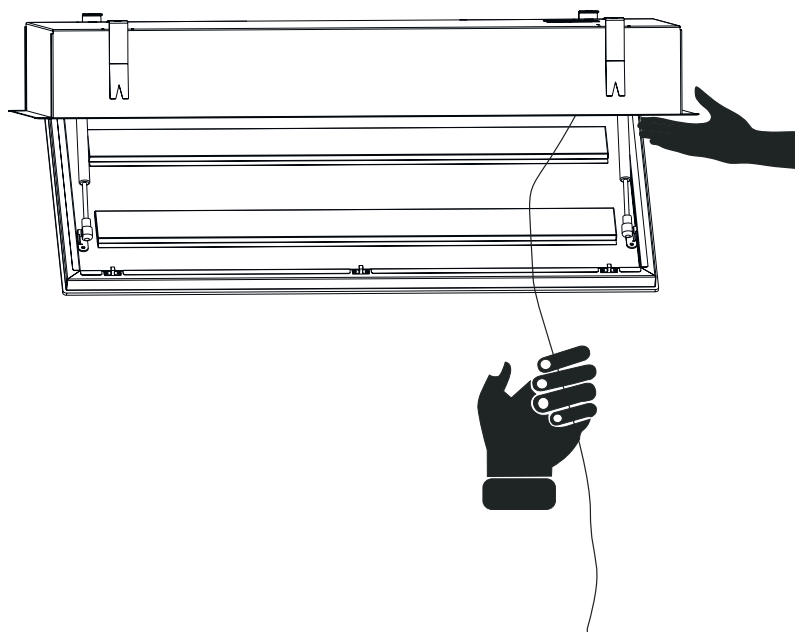

Fig. 12
6. ► För att hissa upp fläkten med stålvejrnarna; lyft den med en hand på kortsidan och dra i stålvejrnarna, en efter en. Gör detta växelvis på fläktens kortsidor. Varje gång man drar i stålvejrnarna låser säkerhetslåset dem (Fig. 12). När fläkten har hissats upp till taket och det inte går att dra mer i stålvejrnarna ska dessa rullas ihop och placeras i förvaringsutrymmet.